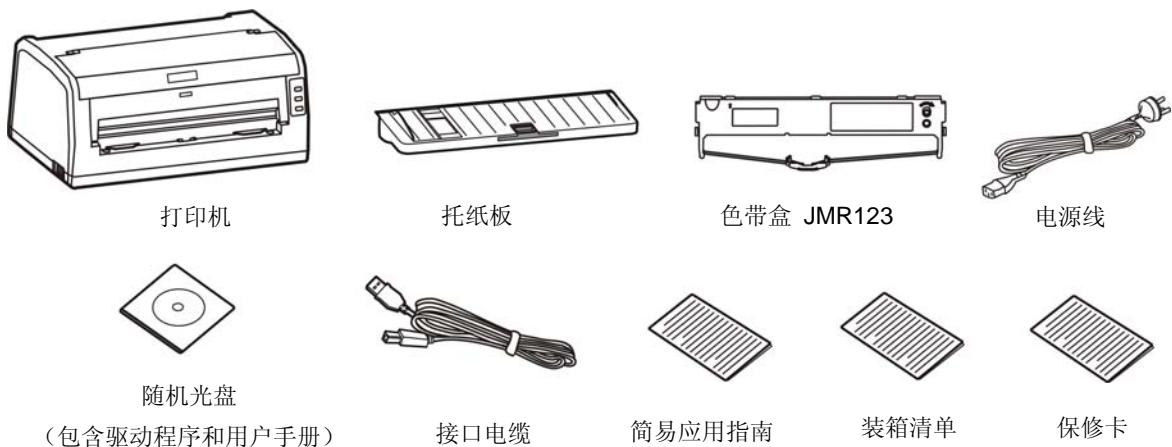

图 2-1 包装箱内打印机包装清单
在打印机包装箱内，应具有以下各项：(1) 打印机；(2) 托纸板；(3) 色带盒 JMR123；(4) 电源线；(5) 随机光盘；(6) 接口电缆；(7) 简易应用指南；(8) 装箱清单；(9) 保修卡（如图 2-1 所示）。如有遗漏，请向有关经销商联系。